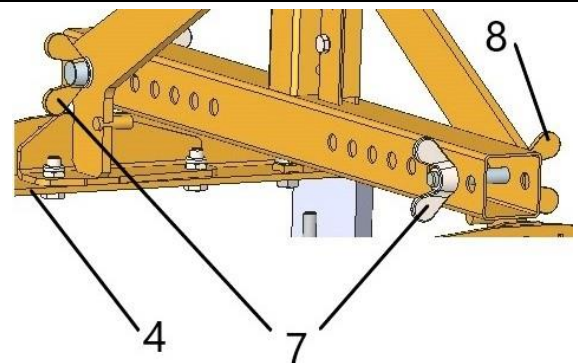

Afb. 1
De afgebeelde grijpgoederen (grastegels) kunnen in slechts twee verborgen boringen (steeds 4de gat van binnen) voor een grijpbereik/grijpbreedte (GW) van ca. 300 mm en verborgen boringen (steeds 7de gat van binnen) voor een grijpbereik/grijpbreedte (GW) van ca. 500mm worden gegrepen (→ afb. 1).